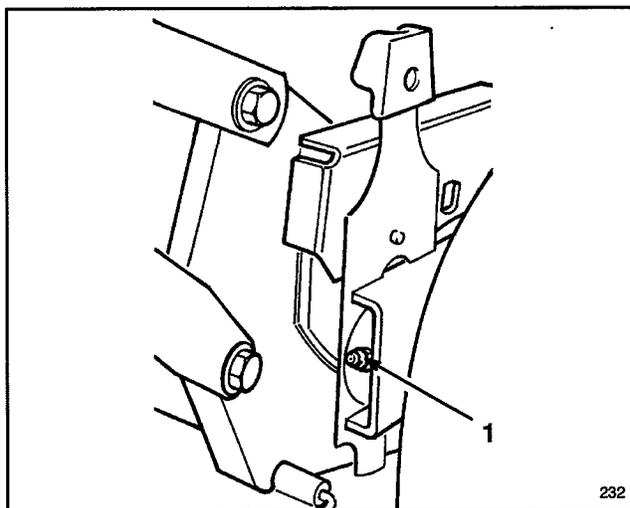

Figure 28
1. Placer les leviers de réglage de hauteur de coupe des roues arrière en position centrale. Essuyer les graisseurs à l'aide d'un chiffon propre (Fig. 28). Appliquer un pistolet graisseur rempli de graisse multi-usage au lithium No. 2 sur le graisseur et pomper doucement 2 ou 3 fois (une pression excessive risque d'endommager les joints).